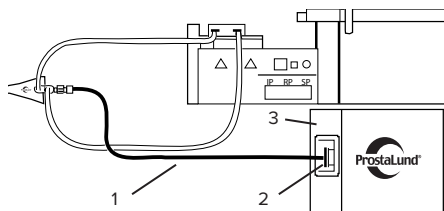

Figur 2. Fastgørelse af antennen i CoreTherm®-kateteret.
1. Indsæt den desinficerede mikrobølgeantenne i CoreTherm®-kateteret, og fastgør antennen ved at dreje Luer-lock-låsen i urets retning, se figur 2. Den samme procedure anvendes for begge antenneversioner.